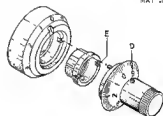

Fig. 3.3. Removing the knobs.
3.4.3.1. Single knobs (fig. 3.3)
3.4.3.2. Double knob (fig. 3.3)
3.4.3.3. Delay-time multiplier knob (fig. 3.3)